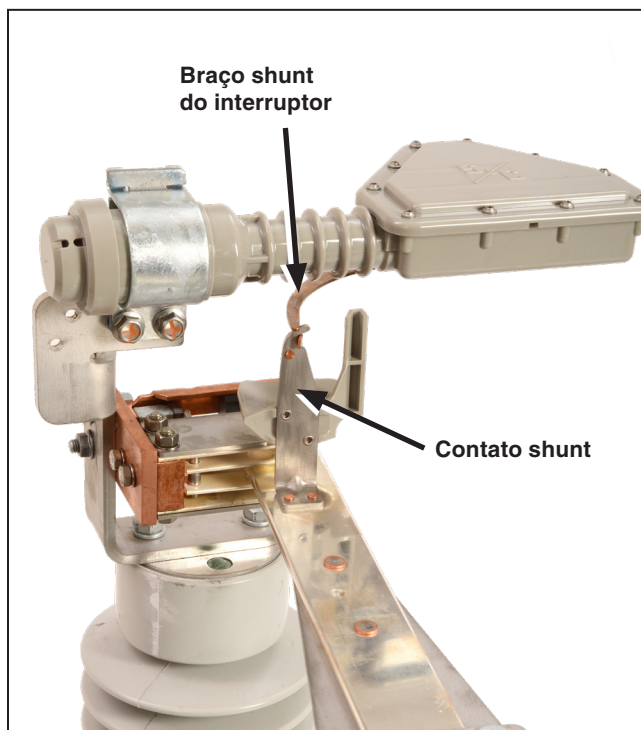

Figura 39. Os contatos shunt guiam cada braço shunt dos interruptores até a posição.
- Os braços shunt do interruptor devem ser guiados para as respectivas posições pelas partes curvadas dos contatos shunt. Ver Figura 39 na página 29.